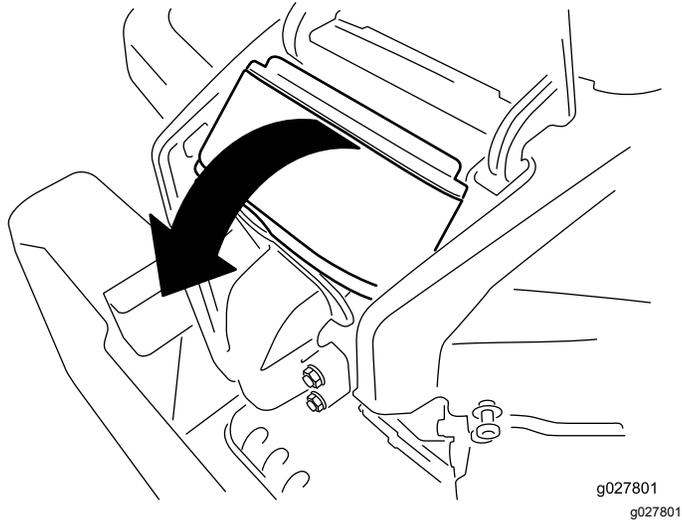

Figure 39
4. Soulevez le couvercle et faites pivoter le filtre à air hors du moteur (Figure 39).